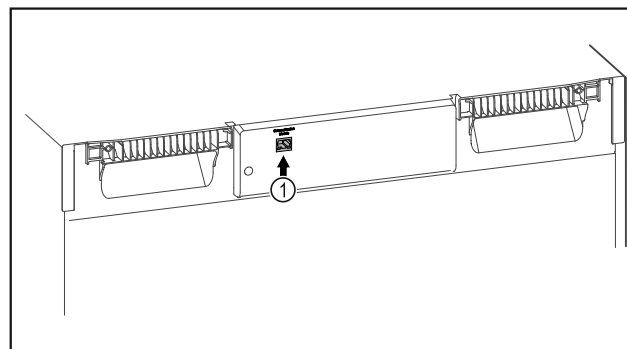

Fig. 98
- ☐ SmartModule Fig. 98 (1) is geplaatst.